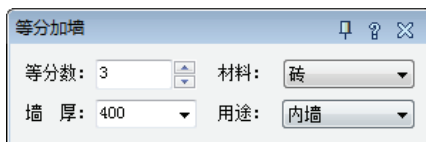

图 3-8 “等分加墙”对话框
2) 选择软件界面左侧的天正建筑菜单栏中的“墙体”→“等分加墙”命令，单击 A 墙体，系统弹出“等分加墙”对话框，设置参数如图 3-8 所示。